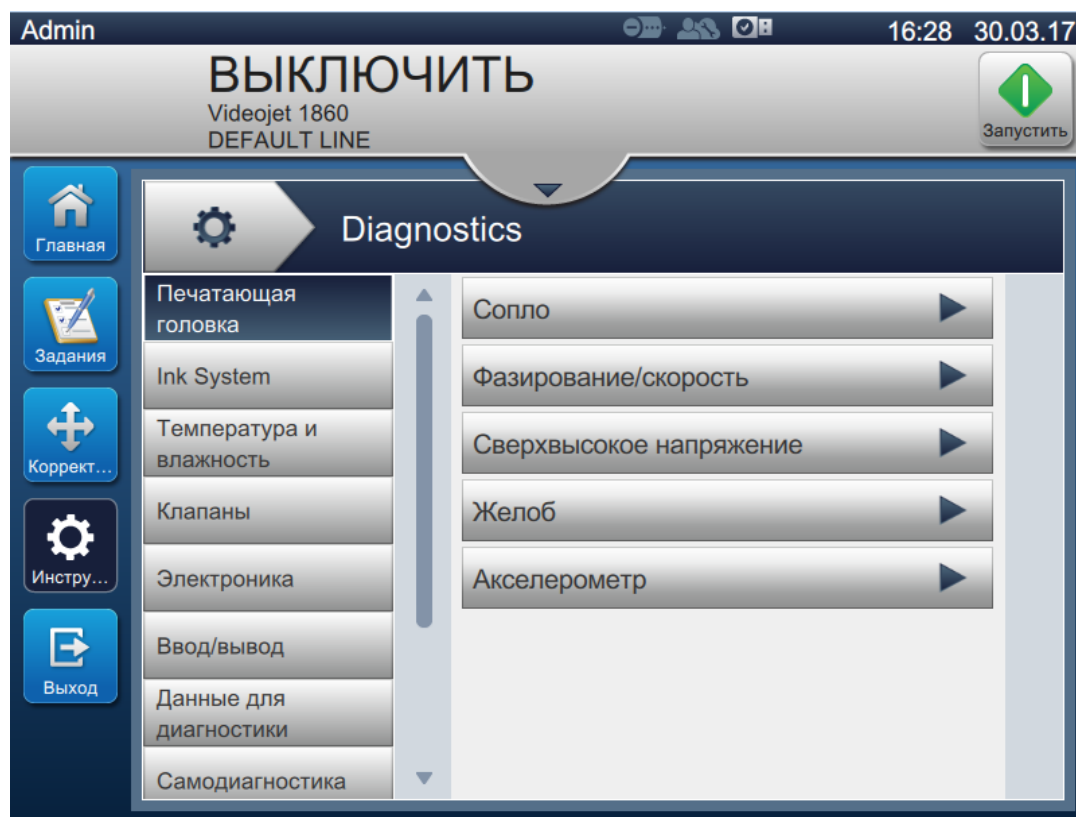

Рис. 6-23. Диагностика
1. Нажмите кнопку  на экране «Инструменты». Откроется экран «Диагностика», как показано на Рис. 6-23.